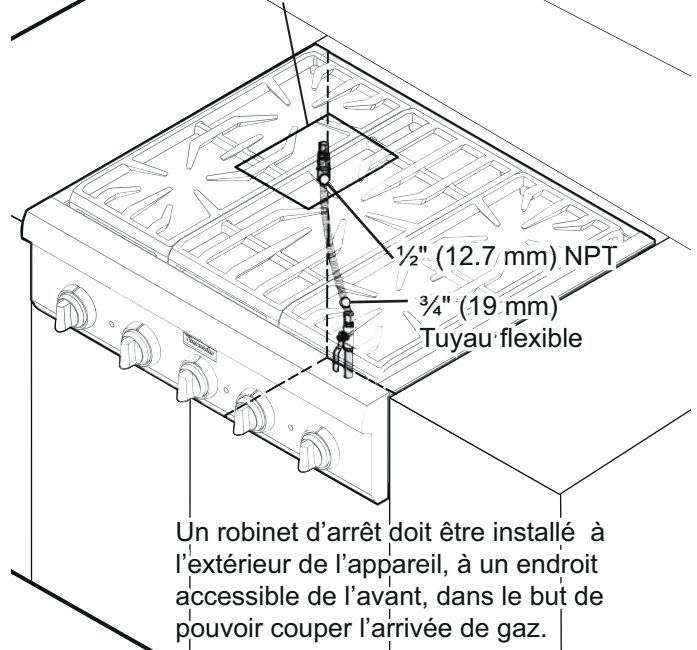

Figure 10 : Partie inférieure de l'appareil
5. Les arrivées d'électricité et de gaz doivent se trouver dans une zone accessible sans avoir à enlever la table de cuisson. Le cordon d'alimentation électrique et le raccord du tuyau de gaz de l'appareil sont placés dans la partie arrière gauche sous la table de cuisson, tel qu'indiqué aux *Figure 5* et *Figure 10*.